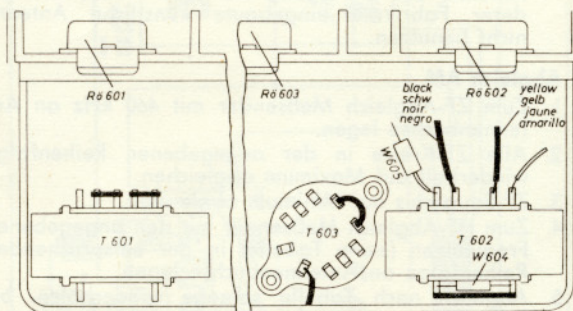
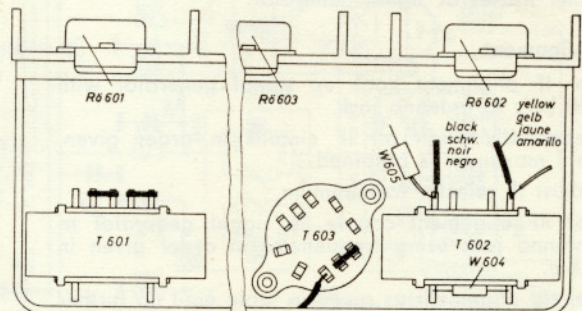

Fig. 1 6 V. -battery terminal grounded
Fig. 2 12 V. -battery terminal grounded
- Re-connect output transformer and vibrator acc. to fig. 1 or 2.
- Remove at 12 V shorting bridge by means of resistance W 604, see fig. 2 or 4. Solder at 6 V shorting bridge by means of resistance W 604, see fig. 1 or 3.
Solder shorting bridges to driving transformer T 601 acc. to fig. 1 or 2.
- Ausgangstrafo und Zerschackertrafo nach Fig. 1 bzw. 2 schalten.
- Bei 12 V Kurzschlußbrücke über Widerstand W 604 entfernen, Fig. 2 bzw. 4. Bei 6 V Kurzschlußbrücke über Widerstand W 604 einlöten, Fig. 1 bzw. 3.
Die Kurzschlußbrücken an Treibertrafo T 601 nach Fig. 1 oder 2 einlöten.